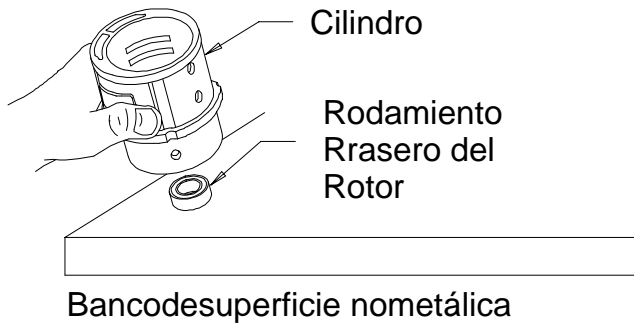

Figura 5
6. Para extraer el rodamiento trasero del rotor, sujete el cilindro con el rodamiento trasero hacia abajo y golpee ligeramente el cilindro sobre una superficie plana y no metálica tal como un banco de trabajo. Esto aflojará el rodamiento de modo que caiga del cilindro. Véase la figura 5.
7. Empuje la junta del motor (8) desde la parte posterior de la carcasa para sacarla.